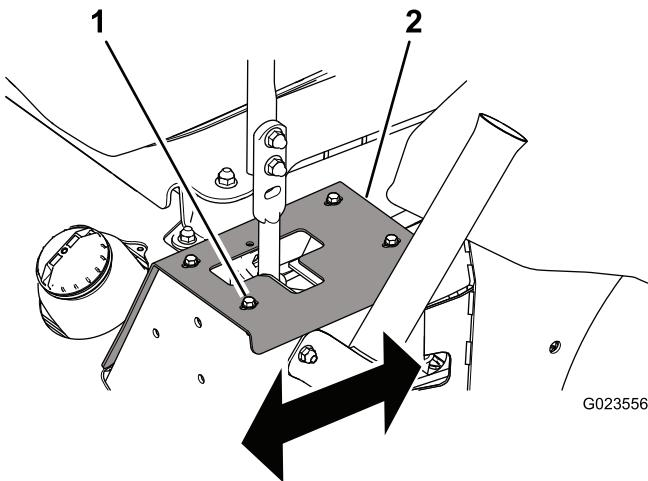

Figure 56
- Si elle se déporte à droite, desserrez les boulons et reculez la plaque de butée gauche jusqu'à ce que la machine se déplace en ligne droite (Figure 56).
- Si elle se déporte à gauche, desserrez les boulons et reculez la plaque de butée droite jusqu'à ce que la machine se déplace en ligne droite (Figure 56).
1. Boulon (4) 2. Plaque de butée
- Serrez les boulons pour fixer la plaque de butée (Figure 56).